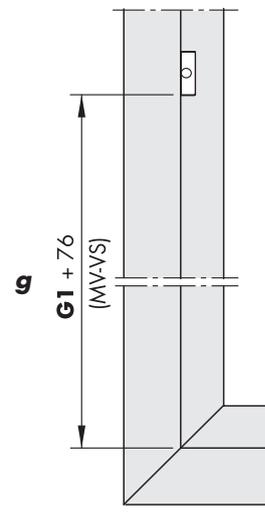

Bild 5
- g** Bei FH > 1250 mm Schließeteil nach Maßangabe (Bild 5) positionieren und mit Gewindestift festklemmen (SW 2,5, Drehmoment 1,5 \pm 0,25 Nm).